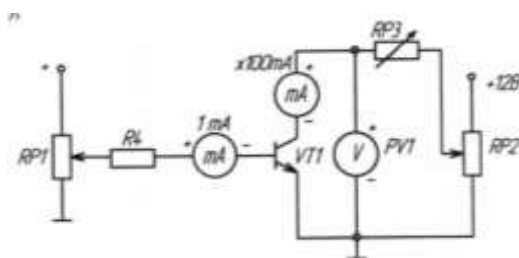

Рисунок 1
1. Собрать схему (рис. 1) для снятия статической характеристики прямой передачи по току  $I_K = f(I_B)$  биполярного транзистора. Для измерения тока базы подключить миллиамперметр PA1 (до 1 мА), а для измерения тока коллектора подключить PA2 (до 100 мА). Для измерения напряжения на коллекторе использовать вольтметр PV1, в качестве резистора в цепи коллектора использовать резистор RP3. Результаты измерений занести в таблицу 36.